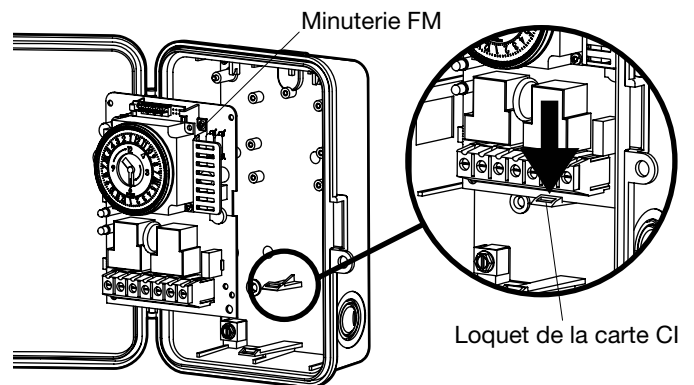

FIG. 4 Retrait de la minuterie FM de son logement
4. Si nécessaire, retirer le mécanisme de la minuterie en libérant le loquet de la carte de CI dans la partie inférieure. Voir FIG. 4.